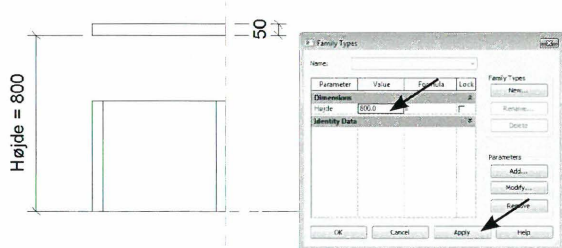

Fig. 06.14. Afprøv igen parameteren i Family Types.
- Gå nu i *Family Type* igen og ændre højden til fx. 800 mm og tryk *Apply* (Fig. 06.14).